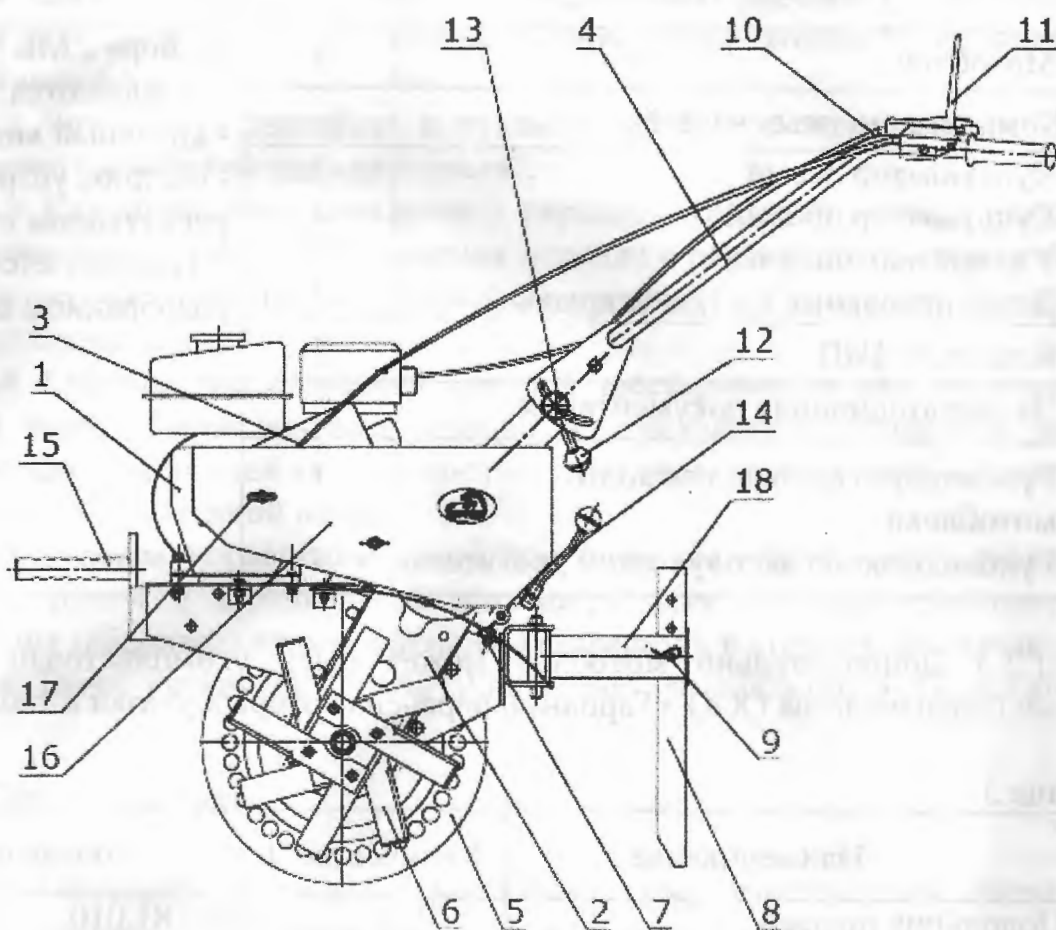

Рисунок 4-Мотоблок «Тарпан 07-01»
1.3.1 Основными узлами мотоблока являются (рисунок 4):
1.4.1 Принцип действия мотоблока: от двигателя 1 (рисунок 4) через механизм сцепления 3 и коробку переключения передач 2 приводится во вращение вал редуктора, на котором закреплены колеса 5, приводящие в движение мотоблок.
1.5.3 Заводской номер мотоблока указан на заднем кронштейне поз. 18 (рисунок 4).